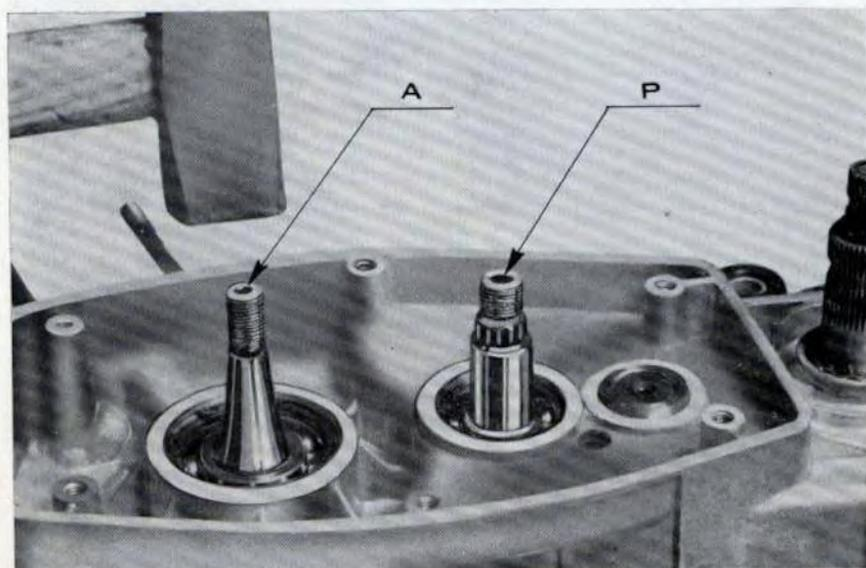

Fig. 9 - Come separare i due semicarters
13. Fig. 9 - Dal semicarter destro togliere le 10 viti di unione dei semicarters e con la mazzuola battere alternativamente sull'estremità dell'albero motore A e l'albero primario P, sino ad ottenere la separazione dei due semicarters.
19. Infilare il gruppo avviamento completo (Fig. 9 part. P1) nel perno cambio.